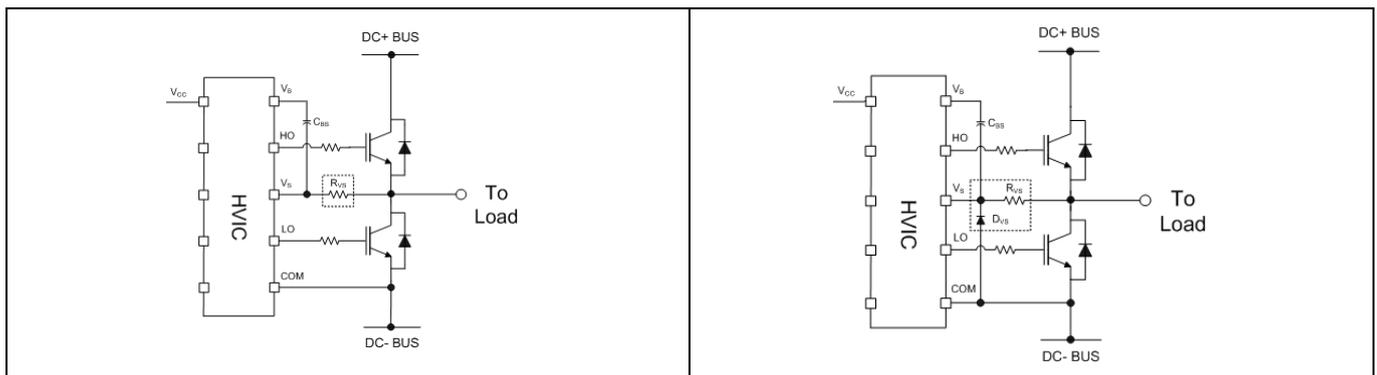

图 22  $V_S$  引脚和开关节点之间的电阻器以及 COM 和  $V_S$  之间的钳位二极管
**布线和布局：**功率级 PCB 寄生元件可能导致开关节点出现较大的负电压瞬变；建议限制相电压负瞬变。为了避免这种情况，建议 1) 尽量缩短高端发射极到低端集电极的距离，以及 2) 尽量缩短低端发射极到负总线轨的杂散电感。但是，如果负  $V_S$  尖峰仍然过大，可以采取进一步措施来降低尖峰。这包括在  $V_S$  引脚和开关节点之间放置一个电阻 (5  $\Omega$  或更小) (参见图 22 - A)，并且在某些情况下在 COM 和  $V_S$  之间使用钳位二极管 (见图 22 -B)。请参阅 [www.infineon.com](http://www.infineon.com) 上的DT04-4 以获得更详细的解释。